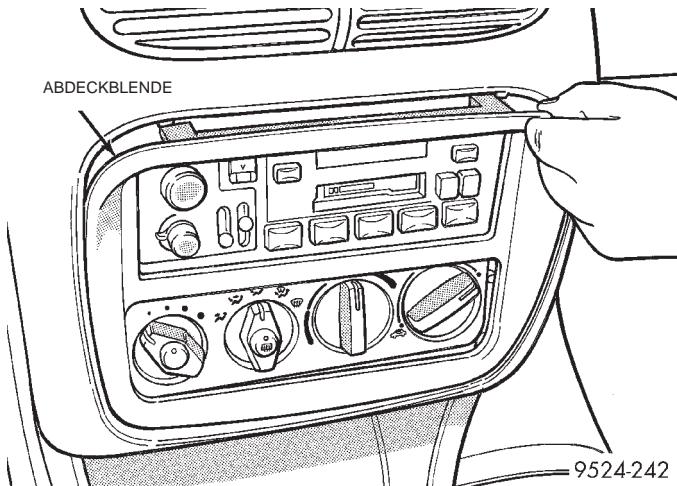

Abb. 66 Abdeckblende
- (1) Vor dem Ausbau des Steuergeräts die Zündung ausschalten.
- (2) Blende ausbauen (Abb. 66).
- (2) Blende abbauen (Abb. 66).
(7) Blende abbauen (Abb. 66).